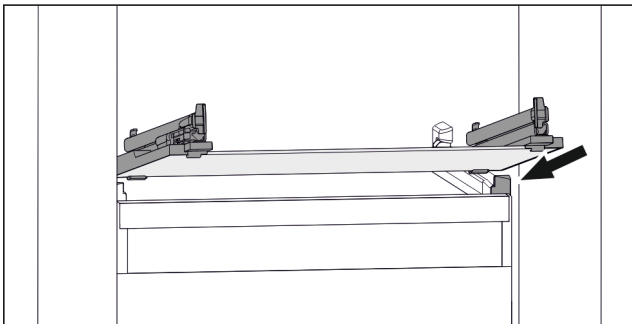

Fig. 46 Eksempel på fremstilling av glassplaten
- ▶ Sett glassplaten på skrå bak stopperne. (se Fig. 46)